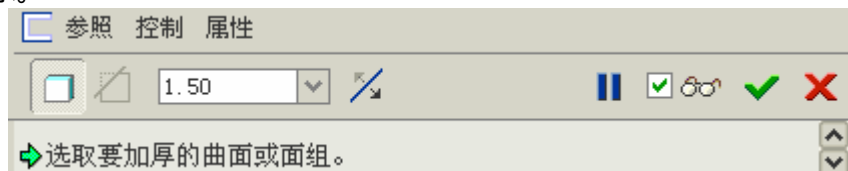

图 65-16
(1) 在模型树中选中步骤 7 建立的曲面合并特征“曲面合并标识 195”。
(2) 单击菜单【编辑】 【加厚】命令, 打开加厚特征操控板, 设定厚度为 1, 如图 65-16 所示。